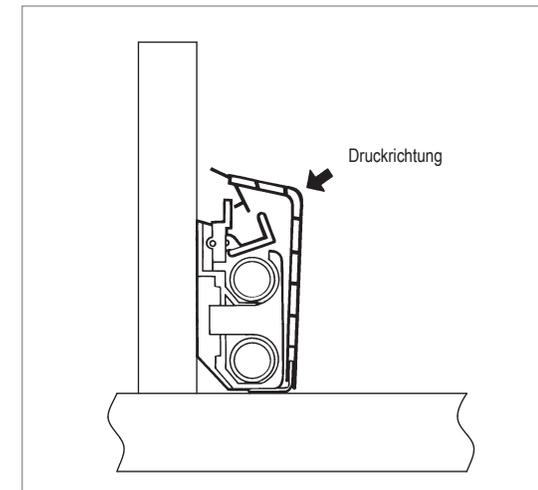

Abb. 17:
- Profil nach oben schwenken und schräg nach unten gegen die Wand drücken bis alle Federkrallen hörbar spannen (Abb. 17).